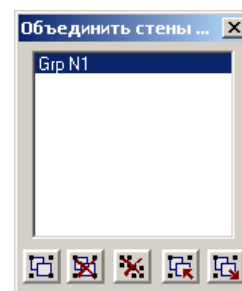

Рис.1.16.5. Окно диалога **Объединить стены для экспорта в Разрез**
- создайте новую группу **Grp №1** щелчком на кнопке **Создать группу** (кнопка  (рис. 1.16.5);